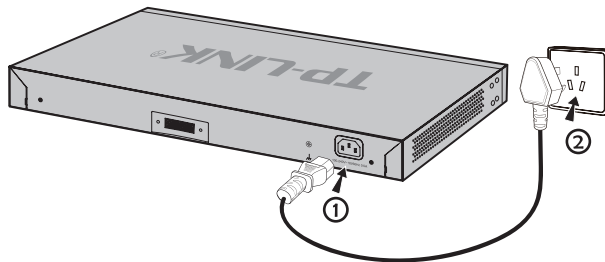

图3-5 电源线连接示意图
- 使用TL-RPS150中配送的直流电源线连接设备和TL-RPS150。如图3-5所示，直流电源线的其中一端插头上标有字母“TOP”，另一端插头上则带有一个定位卡片。请将标有字母“TOP”的一端插到设备的RPS输入接口，而带有定位卡片的一端插入TL-RPS150的直流输出接口。操作时应注意将两端插头中带字母“TOP”和带定位卡片的一面朝上。